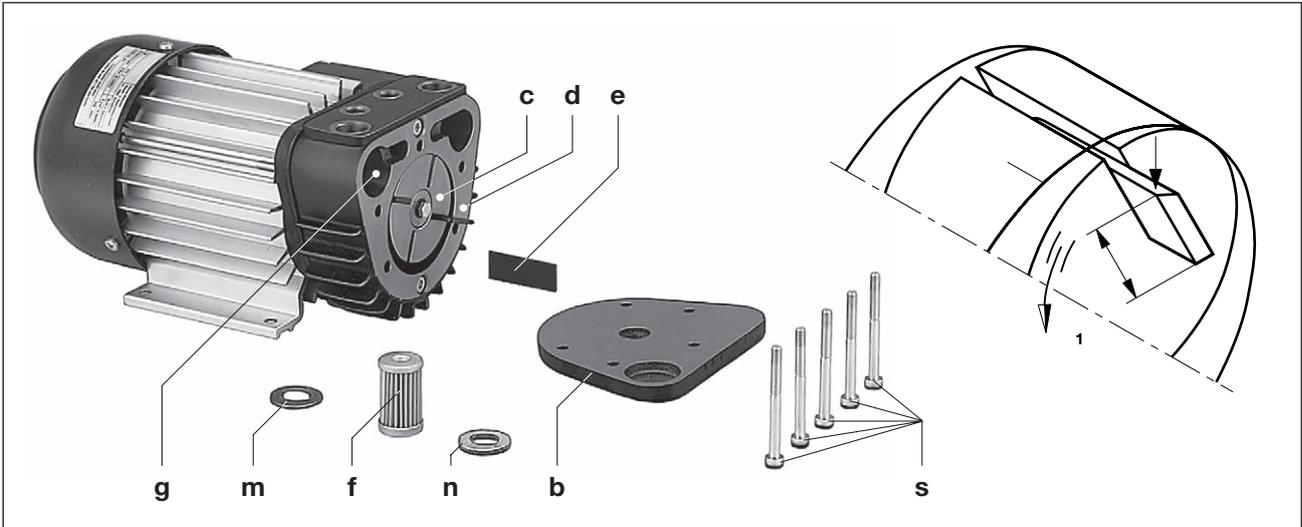

Abb. 3 Luftfilterung und Lamellenwechsel
Die Filterpatrone (Abb. 3/f) ist monatlich oder je nach Verunreinigung öfters durch Ausblasen von innen nach außen zu reinigen bzw. durch eine neue Filterpatrone zu ersetzen.
Gehäusedeckel (Abb. 3/b) abschrauben.
Filterpatrone (Abb. 3/f) mit Dichtungen (Abb. 3/m, 3/n) aus Filterraum (Abb. 3/g) herausnehmen. Filterpatrone reinigen bzw. austauschen und Dichtungen überprüfen.
- a) Dichtungen (Abb. 3/m, 3/n) nicht vertauschen
- b) Sicherstellen, dass die Oberflächen von Gehäuse (Abb. 3/d) und Rotor (Abb. 3/c) sauber sind
- c) Schrauben (Abb. 3/s) mit 5,5 + 0,5 Nm anziehen
Die Type V-DTE hat 4 Kohlelamellen, die sich während des Betriebs allmählich abnutzen. Erste Kontrolle nach 4.000 Betriebsstunden, danach alle 1.000 Betriebsstunden. Gehäusedeckel (Abb. 3/b) vom Gehäuse abschrauben. Lamellen (Abb. 3/e) zur Überprüfung herausnehmen. Alle Lamellen müssen eine Mindesthöhe (Abb. 3/X) haben:
Gehäuse und Rotorschlitze ausblasen. Lamellen in die Rotorschlitze einlegen. Beim Einlegen ist darauf zu achten, dass die Lamellen mit der schrägen Seite (Abb. 3/Y) nach außen zeigen und diese Schräge in Drehrichtung (Abb. 3/O_i) mit dem Verlauf der Gehäusebohrung (Abb. 3/Z) übereinstimmt.
Gehäusedeckel (Abb. 3/b) leicht anschrauben. Pumpe kurz einschalten und den freien Lauf der Lamellen überprüfen. Schrauben (Abb. 3/s) mit 5,5 +0,5 Nm anziehen.